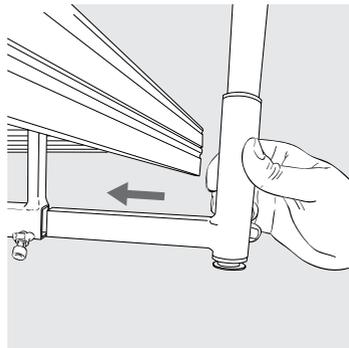

Abb. 4
- Aufstehbügel in die Halterungstraverse schieben (Abb. 4), in die gewünschte Position bringen und fest verschrauben (Abb. 5).